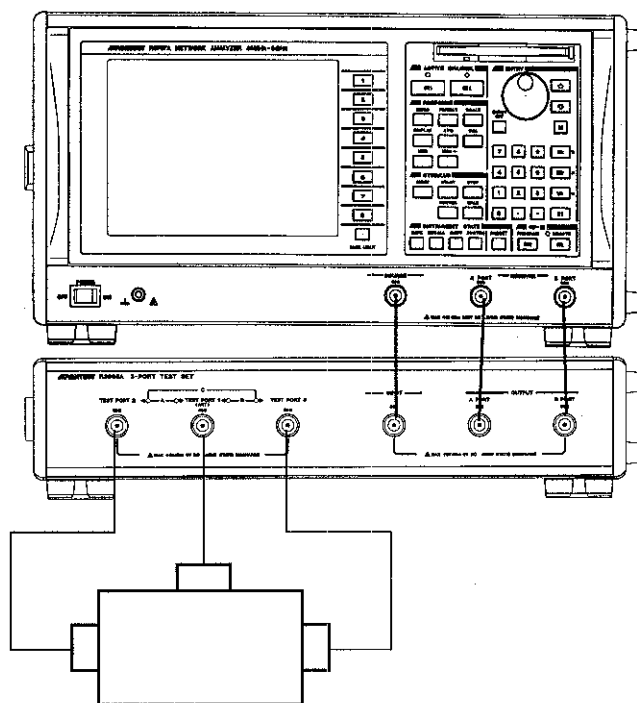

図 4-10 セットアップ図
- ① セットアップ(図4-10)、およびプリセット(ネットワーク・アナライザ・オペレーション・マニュアル4.4.1項を参照)を行います。